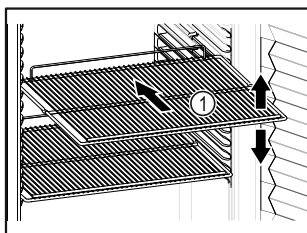

Fig. 20 Simbolična slika
- Če je odlagalna rešetka Fig. 20 (1) premična, jo prilagodite po višini.